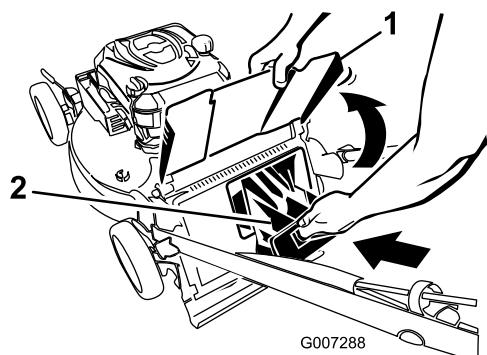

**Figura 25**
1. Pase la cuerda del arrancador alrededor de la guía de cuerda inferior (Figura 25).